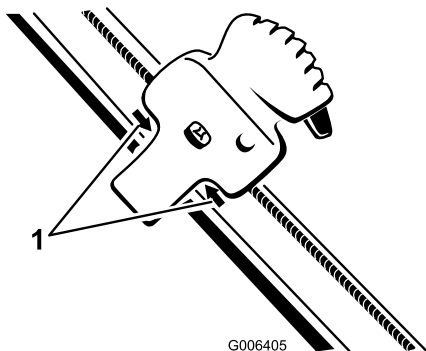

Figure 32
2. Placez la commande Quick Shoot entre les 2 flèches situées sur le côté droit de la partie supérieure du guidon (Figure 32).